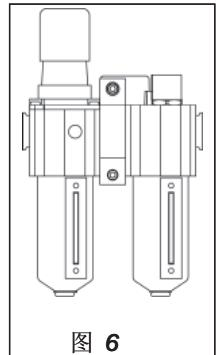

图 6
调节螺母 (C) 在出厂时已被调整到顺时针方向的尽头, 在此状态下系统无法获得润滑油料。要进行初始调节, 请打开进气装置, 油就开始流入系统。旋转调节螺母, 调节油的滴落速度。逆时针旋转调节螺母, 会提高滴落速度。(见图 6) 一开始, 将滴落速度设置为每分钟一到两滴, 在系统达到正常操作温度
向上拉调节螺母, 以解除锁定。要提高出口压力设置, 就必须顺时针旋转调节螺母; 要降低出口压力设置, 就必须逆时针旋转。要降低压力, 首先将压力降到所需压力以下, 然后逐渐提高到所需出口压力。(见图 6)